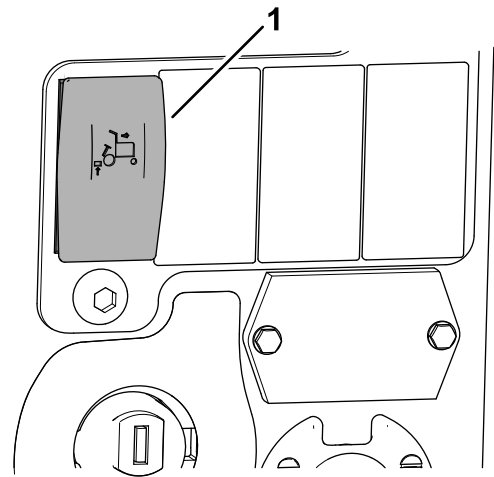

Figure 7
- Pour activer la fonction de limitation de levée en marche arrière automatique, appuyez sur le haut du contacteur (Figure 7).